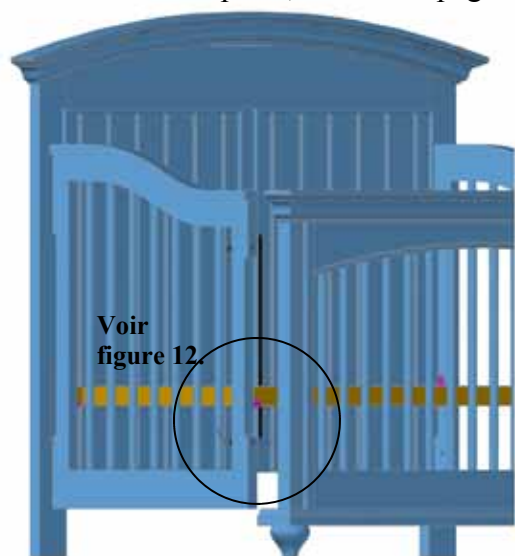

Figure 12.
- Desserrer les (4) boulons retenant le pied de lit et enlever ce dernier. Voir figure 12.